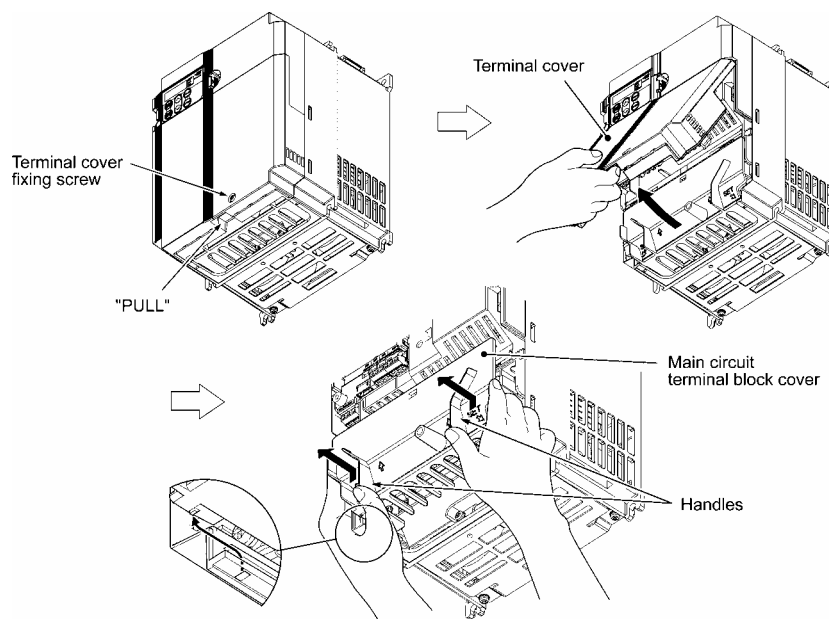

Figura 3.2 Come togliere i coperchi (per inverter con potenza di 5.5 kW e 7.5 kW)
- ① Per togliere il coperchio della morsetteria, svitare prima la vite di bloccaggio, mettere un dito nella concavità (con la scritta "PULL") e tirare il coperchio verso l'alto e verso di sé.
- ② Per togliere il coperchio della morsetteria del circuito principale, mettere i pollici sulle impugnature del coperchio e spingerlo verso l'alto tenendolo stretto (figura 3.2).